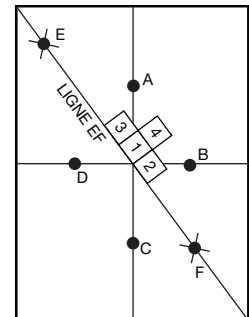

Figure 5
- On déterminera le centre de la pièce à l'aide d'un cordeau traceur (D) allant du milieu du mur A au milieu du mur B. Puis, à l'aide d'un autre cordeau traceur (C) du milieu du mur B au milieu du mur B1 (Figure 5). Veillez à être bel et bien au centre de la pièce. Pour faire cela, mesurez 3 pieds sur le cordeau C et 4 pieds sur le cordeau D (Figure 5). La distance en diagonale entre les points A et B devrait être exactement de 5 pieds. Ajustez le cordeau C jusqu'à ce que la longueur de la diagonale soit exactement de 5 pieds.